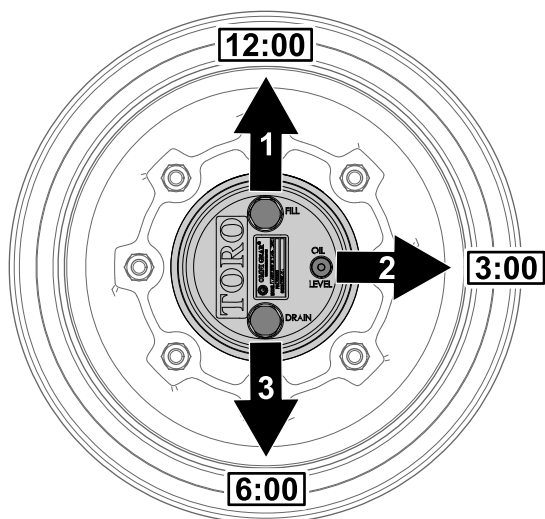

Figura 99
1. Parcheggiate la macchina su una superficie pianeggiante, posizionate la ruota in modo che il tappo di riempimento si trovi nella posizione a ore 12, il tappo di controllo nella posizione a ore 3 e il tappo di spurgo nella posizione a ore 6 (Figura 99).
2. Rimuovete il tappo di controllo nella posizione a ore 3 (Figura 99).
1. Parcheggiate la macchina su una superficie piana, posizionate la ruota in modo che il tappo di riempimento si trovi nella posizione a ore 12, il tappo di controllo nella posizione a ore 3 e il tappo di spurgo nella posizione a ore 6; fate riferimento alla Figura 99 in Controllo del lubrificante della trasmissione degli ingranaggi a ruotismo planetario (pagina 70).